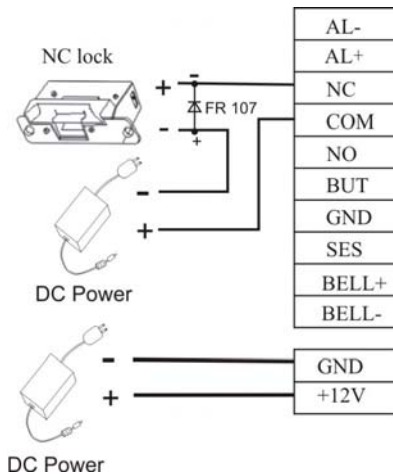

Imagen 3. Cerradura electrónica NC (obteniendo alimentación independientemente)
2. El dispositivo y la cerradura electrónica utilizan alimentación por separado como aparece en imagen 3 y 4